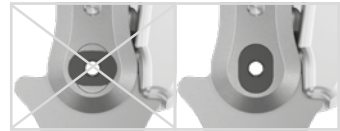

Fig. 14
- 4 Sett splittbolten inn i den riktige fordypningen på den øvre delen av leddet. Splittbolten må sitte helt inne i fordypningen (fig. 14).